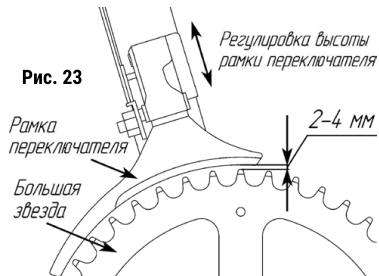

Рис. 23
2. Расстояние от большой звезды до внешней рамки переключателя должно составлять 2 – 4 мм (рис. 23). Затяните фиксирующий болт.